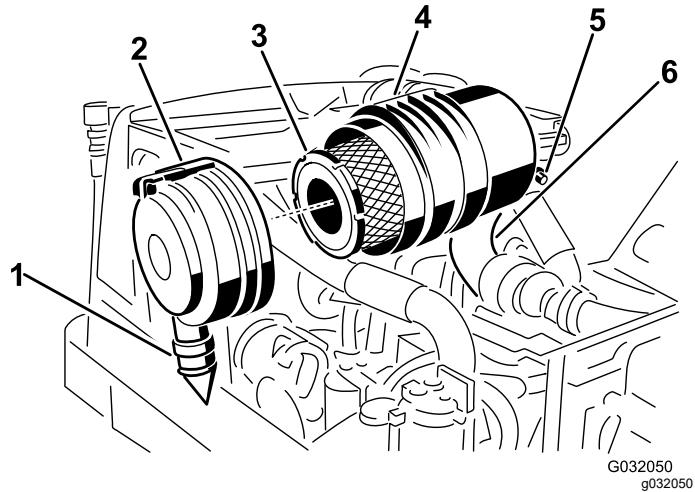

图 47
- 拆下主滤芯 图47。
- 更换主滤清器 图47。
- 安装盖子时将橡胶排气阀位置朝下——即从末端看介于5点钟至7点钟位置之间并用闩锁固定图47。